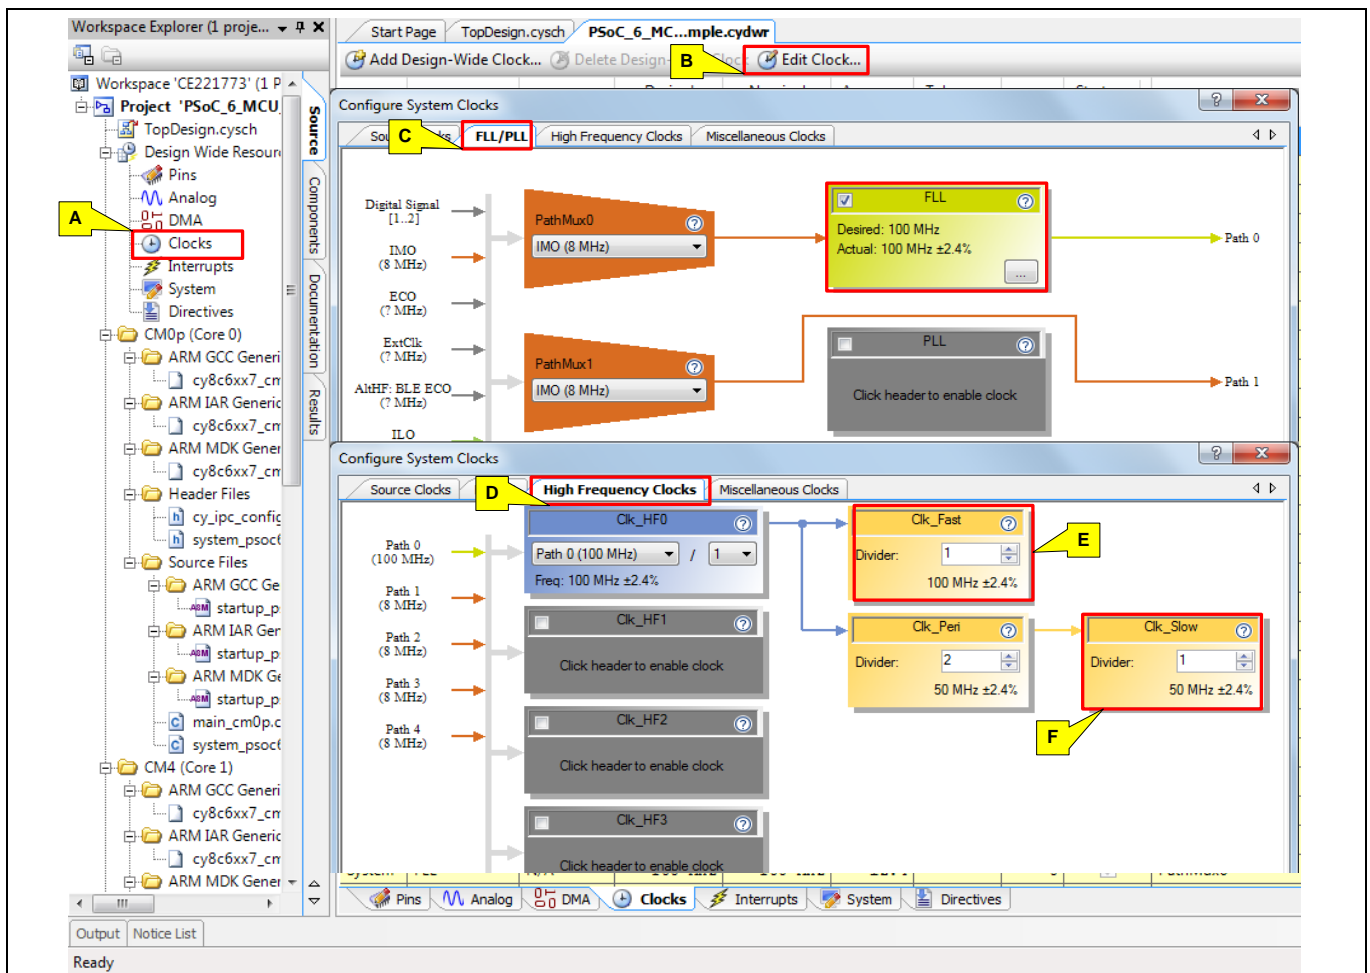

Figure 22 时钟配置
- 您可以通过在 Clk\_Slow 中设置分频器来设置 CM0+ CPU 时钟。默认情况下，分频器设置为 1。请参见 Figure 22。